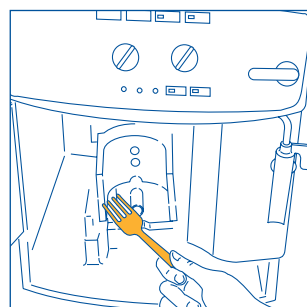

Fig.30
- nettoyez soigneusement l'intérieur de la machine. Pour éliminer le café déposé à l'intérieur, grattez avec une fourchette en bois ou en plastique (fig. 30) et aspirez tous les résidus (fig. 31) ;